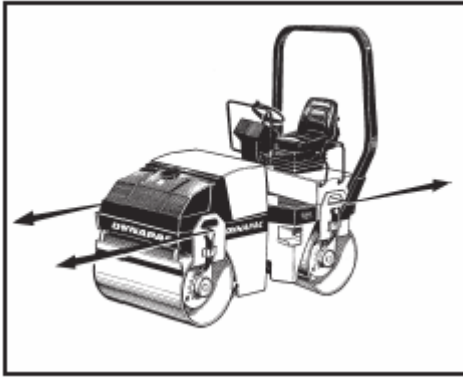

Рис. 38 Буксировка
1. Удалить центральную пробку (1) (рис. 38) с помощью отвертки.
2. Выкрутить приспособление (1) из резьбового отверстия. Установить приспособление (1) в центральное отверстие, закручивая винт (2), пока оно не дойдет до дна отверстия. Затянуть до упора гайку (3) на приспособлении, после чего тормоза будут отключены.
4. По окончании буксировки открутить гайку. Тормоза восстанавливаются. Открутить приспособление и установить его на место. Установить на место центральную пробку (1), которая защищает резьбовое отверстие от грязи и ржавчины.